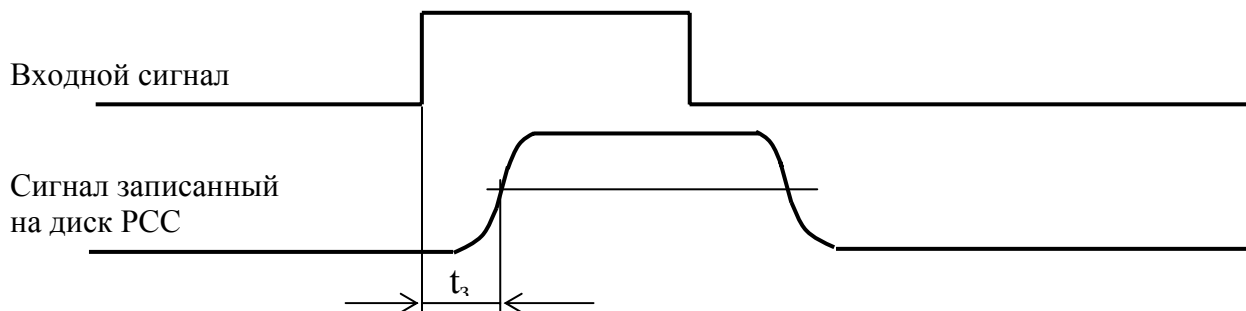

Рис. 4.
4. Общая задержка фильтров РСС (t_3) определяется по уровню 0.5 при воздействии на вход прямоугольным импульсом (рис.4) и составляет 4 мсек.